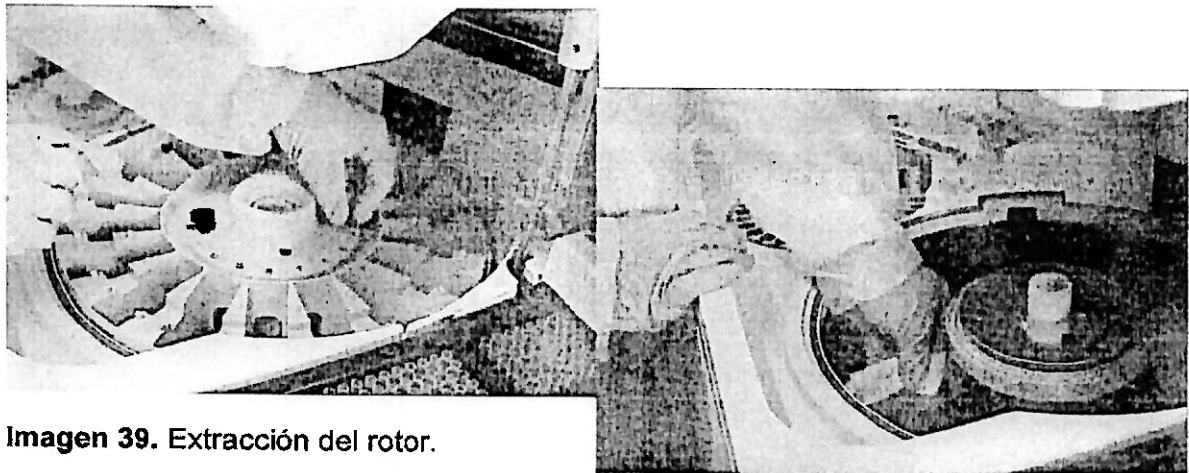

Imagen 39. Extracción del rotor.
- Abrir la cubierta del rotor de reactivos y extraer el rotor (ver Imagen 39).